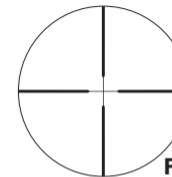
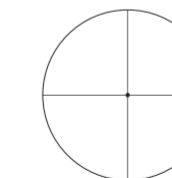
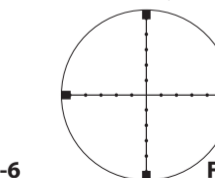

Fig. 3-5
Fig. 3-6
Fig. 3-7
(2) Fokusering
- ① Se gennem okularet med øjet ca. 10 cm (4 tommer) fra okularet for at se BDC-trådkorset (Fig. 3-4), dobbelttrådkorset (Fig. 3-5), det fine trådkors med punkt (Fig. 3-6) eller Mildot-trådkorset (MIL-standard) (Fig. 3-7). Sørg for, at dit øje befinder sig i den korrekte stilling og med korrekt pupilafstand, da motivet ellers bliver til en "blackout".
- ② Ret objektivenden af kikkertsigtet mod himlen (IKKE mod solen) eller en glat væg uden mønster.
- ③ Drej okularjusteringen mod uret og derefter med uret, til trådkorset står skarpt.
(3) Forstørrelse
Hold i knappen med fingrene, for at forhindre at den justerede skalaring forskubber sig, og drej skruen i toppen af knappen mod uret med den medfølgende unbrakonøgle ①, indtil skruen er skruet ud. Fjern derefter knappen (Fig. 3-5).